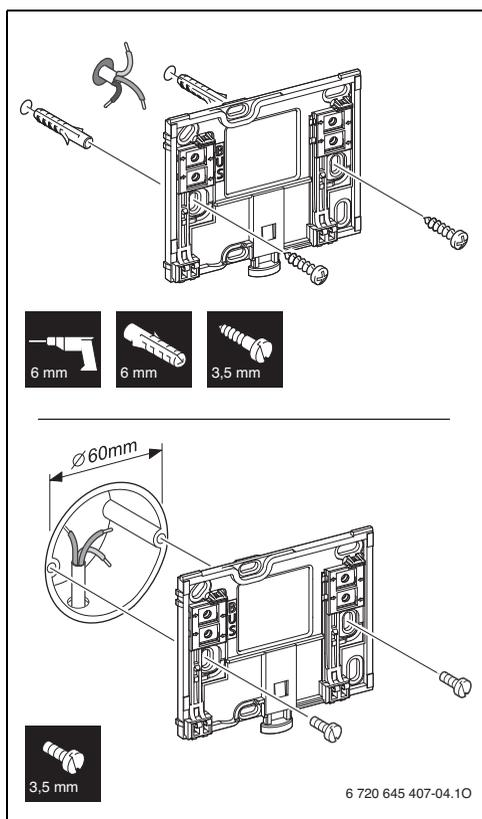

Fig. 5 Installazione della base di supporto
- ▶ Fissare la base di supporto per l'installazione a parete (→ fig. 5).